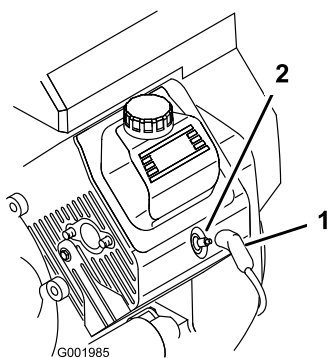

Figure 51
3. Débranchez les fils des bougies (Figure 51).
3. Rebranchez les bougies (Figure 51).